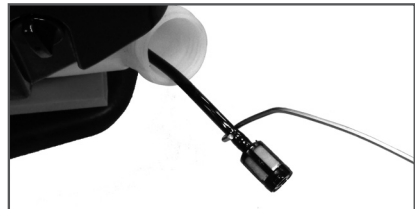

Рис. 11 Обслуживание топливного фильтра
3. Зацепите крючком топливный шланг с фильтром и вытяните через заливную горловину (Рис. 11).